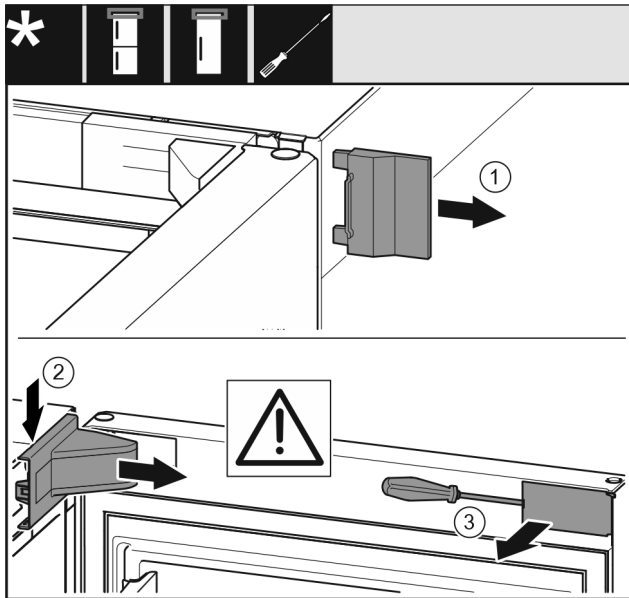

Fig. 8
- Äußere Abdeckung abnehmen. Fig. 8 (1)
- Lagerbockabdeckung ausrasten und lösen. Lagerbockabdeckung abnehmen. Fig. 8 (2)
- Blende mit Schlitzschraubendreher ausrasten und zur Seite schwenken. Fig. 8 (3)